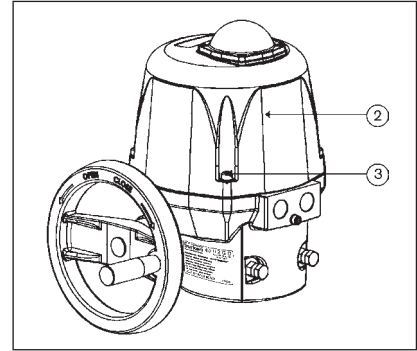

Figure 11 : Démontage du capot
- Retirez le capot 2 en desserrant les quatre vis de fixation 3 (voir « Figure 11 »).